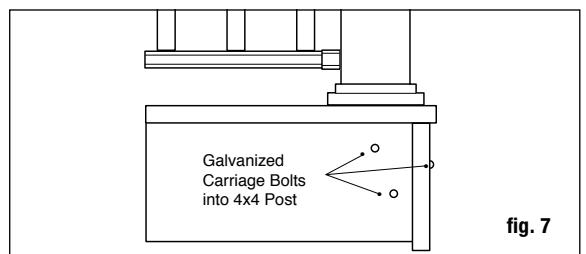

fig. 7
**Step 3** Position, plumb with a level, and clamp the railing post on the interior face of the joist. Plumb again. The 4x4 railing post should be bolted to the inside of the joist using two 1/2" x 6" galvanized carriage bolts. Corner posts use a third carriage bolt inserted through the adjacent joist (fig. 7).
**Step 3** Position, plumb with a level, and clamp the stair railing post on the interior face of the stringer. Plumb again. The 4x4 stair railing post should be bolted to the inside of the stringer using two 1/2"x6" galvanized carriage bolts. Corner posts use a third carriage bolt inserted through the adjacent joist (fig. 7). Ground level posts should be set in concrete.
**Étape 3** Grâce au niveau, positionnez, mettez le poteau à niveau et maintenez-le avec un serre-joint à la face intérieure de la solive. Remettez à niveau. Le poteau de garde-corps de 10 x 10 cm (4 x 4 po) devrait être boulonné à l'intérieur de la solive avec deux boulons de carrosserie galvanisés 1/2 x 6 po. Les poteaux de coin utilisent un troisième boulon de carrosserie inséré à travers la solive adjacente (fig. 7).
**Étape 3** Grâce au niveau, positionnez et mettez le poteau du garde-corps d'escalier à niveau et maintenez-le avec un serre-joint à la face intérieure du limon. Remettez à niveau. Le poteau du garde-corps d'escalier de 10 x 10 cm (4 x 4 po) devrait être boulonné à l'intérieur du limon d'escalier en utilisant deux boulons de carrosserie galvanisés 1/2 x 6 po. Les poteaux de coin utilisent un troisième boulon de carrosserie inséré à travers la solive adjacente (fig. 7). Les poteaux au niveau du sol devraient être installés dans le béton.